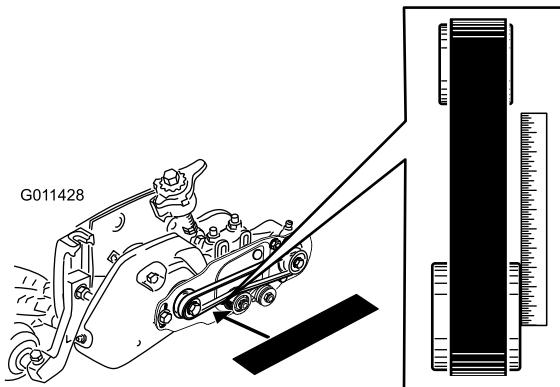

Рисунок 35
- Установите проверочную линейку на наружную поверхность **ведущего шкива** (Рисунок 35).